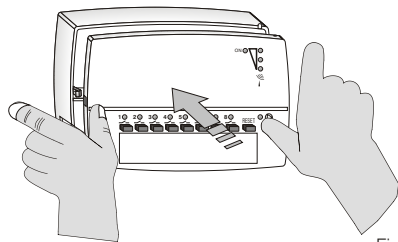
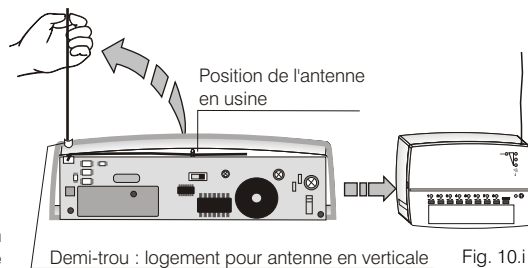

Fig. 9.i
Fig. 10.i
- Maintenir la **touche 1** enfoncée jusqu'à l'émission d'un seul signal sonore ; puis la relâcher: la **LED 1** clignote (fig.9). Le nouveau transmetteur est accouplé au récepteur.
- Pousser avec les deux mains la partie avant sur la base, comme illustré dans la figure 9.i, jusqu'au déclic de verrouillage des crochets appropriés de la base.
- Faire passer le fil dans le petit trou prévu approprié (fig. 10.i)
- Refermer attentivement le récepteur (fig. 9.i - fig.10.i).